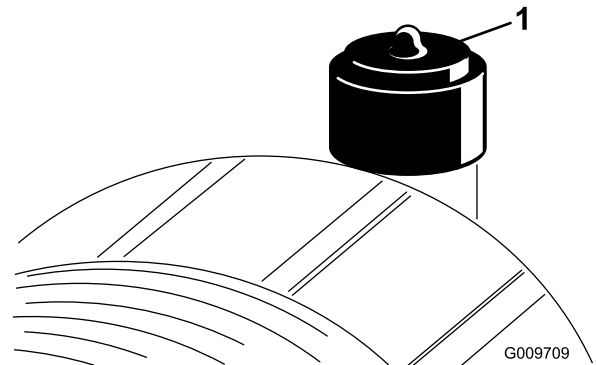

Bild 46
Warten Sie den Luftfilter nur, wenn dies von der Kundendienstanzeige angegeben wird (Bild 46). Das frühzeitige Auswechseln des Luftfilters erhöht nur die Gefahr, dass Schmutz in den Motor gelangt, wenn Sie den Filter entfernen.
2. Stellen Sie die Anzeige (Bild 46) zurück, wenn sie auf Rot steht.